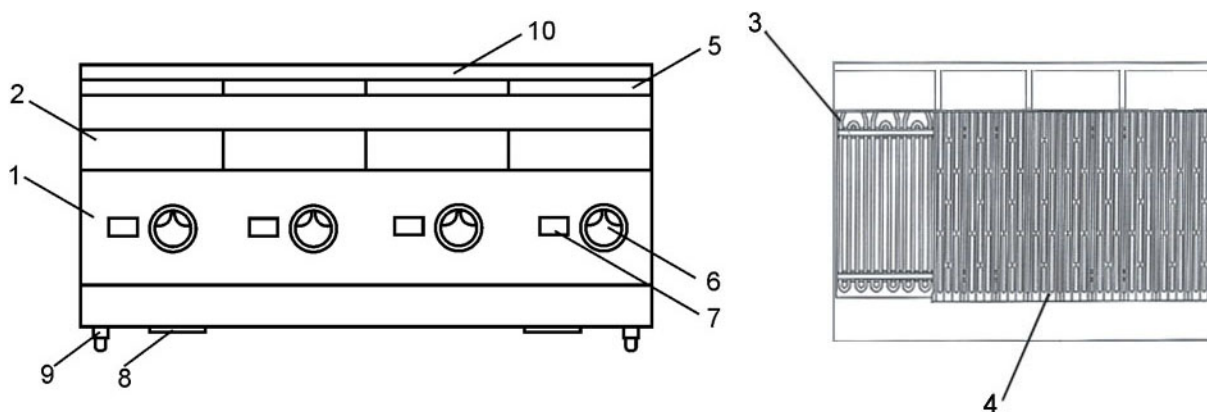

Рис. 1 Общее устройство электрического лавового гриля
Лавовый гриль ETK-BST – это электрический прибор с рабочей поверхностью, разделенной на несколько независимых зоны нагрева (от 1 до 7). Каждая из зон представляет собой 3 отдельные чугунные решетки 4 (см. рис. 1), расположенные над 3 нагревательными элементами (ТЭНами) 3. Под нагревательными элементами размещаются решетчатые корзины с лавовыми камнями (по 1 на каждую рабочую зону). Камни обеспечивают равномерность распределения тепла ТЭНов и частичное поглощение жира, выделяющегося при жарке. Под каждой корзиной располагается поддон для сбора жира 2.
Устройство состоит из (см. рис.1):
- Плавно поверните регулятор мощности гриля 6 (рис.1) соответствующей зоны нагрева **по часовой стрелке** и установите необходимую для работы мощность – температуру жарочной поверхности (см. табл.3).